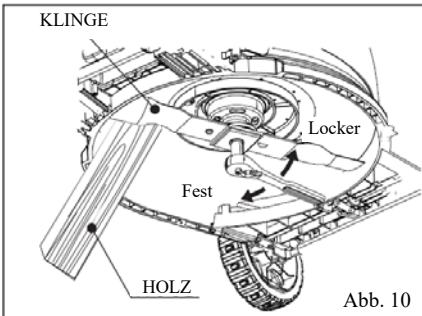
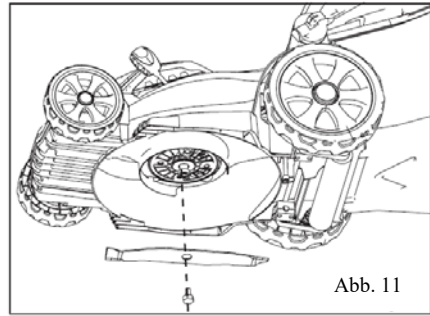

Abb. 10
Abb. 11
Hinweis: Siehe Abb.10, Abb.11 & Abb.12.
4. Schieben Sie einen Holzblock zwischen Klinge und Mähwerk, um ein Verdrehen der Klinge zu verhindern (siehe Abb.10).
6. Entfernen Sie den Klingebolzen und die Klinge (siehe Abb.11).